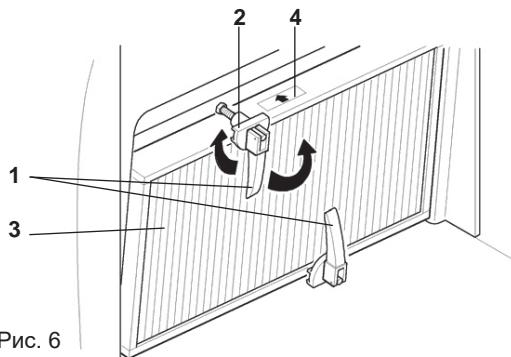

Рис. 6
**ПРЕДУПРЕЖДЕНИЕ: вставьте фильтр в указанном направлении (поз. 4, рис. 6).**